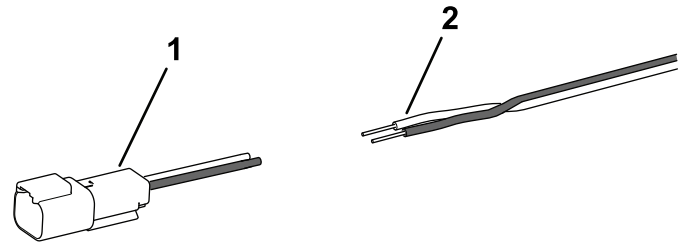

图15
1. 剪断并丢弃开关线束接头然后从导线上剥去 10mm 绝缘层 图15。